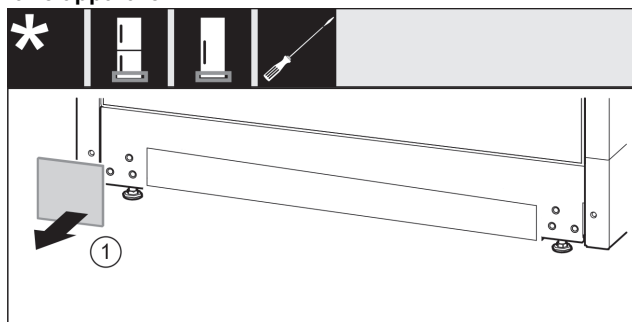

Fig. 12
- ▶ Tag afdækningen af. Fig. 12 (1)